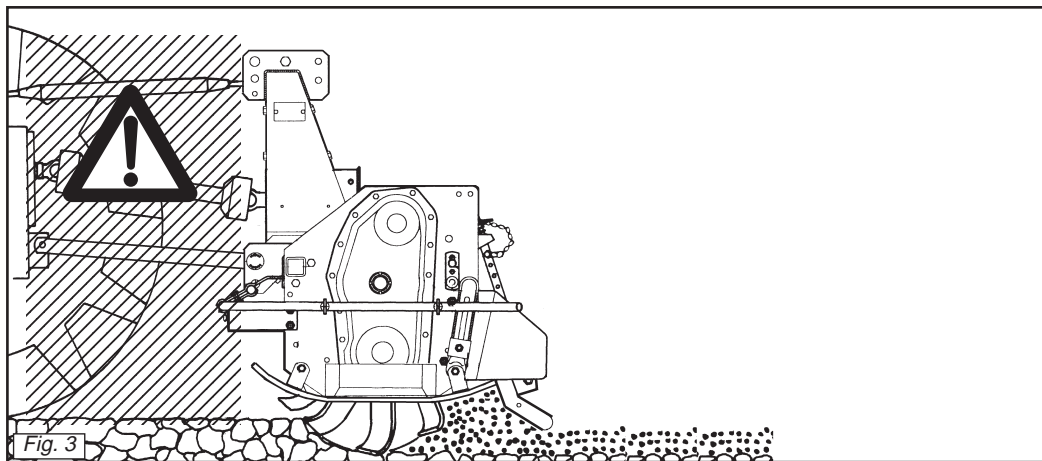

Fig. 3
- 25)** È assolutamente vietato interporre tra il trattore e la macchina (Fig. 3) con motore acceso e cardano inserito nonché senza aver azionato il freno di stazionamento ed aver inserito, sotto le ruote, un ceppo o un sasso di bloccaggio. Mantenersi ad una distanza di sicurezza dalla macchina in lavoro, per possibili lanci di corpi contundenti.
- 25)** *It is absolutely forbidden to stand between the tractor and the machine (Fig. 3) when the engine is running and the cardan shaft is engaged without having first engaged the hand brake and placed a block or stone under the wheels to prevent them from moving.*
- 25)** Es ist absolut verboten, bei laufendem Motor und eingeschalteter Gelenkwelle zwischen den Schlepper und das Gerät zu treten (Abb. 3). Dazu muß die Feststellbremse gezogen werden und unter die Räder ein Bremskeil oder ein großer Stein gelegt worden sein. Achten Sie bei der Arbeit mit der Maschine auf den nötigen Sicherheitsabstand aufgrund der Auswurfgefahr stumpfer Gegenstände.
- 25)** *Il est absolument interdit de se mettre entre le tracteur et l'appareil (Fig. 3) quand le moteur est en marche et le cardan enclenché, sans avoir tiré le frein de stationnement et bloqué les roues avec une cale ou un caillou. Se tenir à une distance de sécurité du machine en fonctionnement, à cause du lancement possible d'objets contondants.*
- 25)** Está terminantemente prohibido colocarse entre el tractor y el equipo (Fig. 3) con motor encendido y cardán inserido, o sin haber accionado el freno de estacionamiento y de colocar, debajo de las ruedas, una piedra u otro elemento de bloqueo. Manténgase a una distancia de seguridad de la máquina durante el trabajo, porque puede proyectar objetos.
- 29) È assolutamente vietato intersorsi fra il trattore e l'attacco della macchina per manovrare il comando dall'esterno per il sollevamento (Fig. 3).
- 29) *It is absolutely forbidden to stand between the tractor and the implement when manoeuvring the lift control from the outside (Fig. 3).*
- 29) Es ist absolut verboten, zwischen den Schlepper und den Anschluß zu treten, um die Aushebung von außen zu betätigen (Abb. 3).
- 29) *Il est absolument interdit de se mettre entre le tracteur et l'attelage pour manoeuvrer la commande de relevage de l'extérieur (Fig. 3).*
- 29) Está absolutamente prohibido colocarse entre el tractor y el enganche para maniobrar el mando desde el externo en la fase de elevación (Fig. 3).